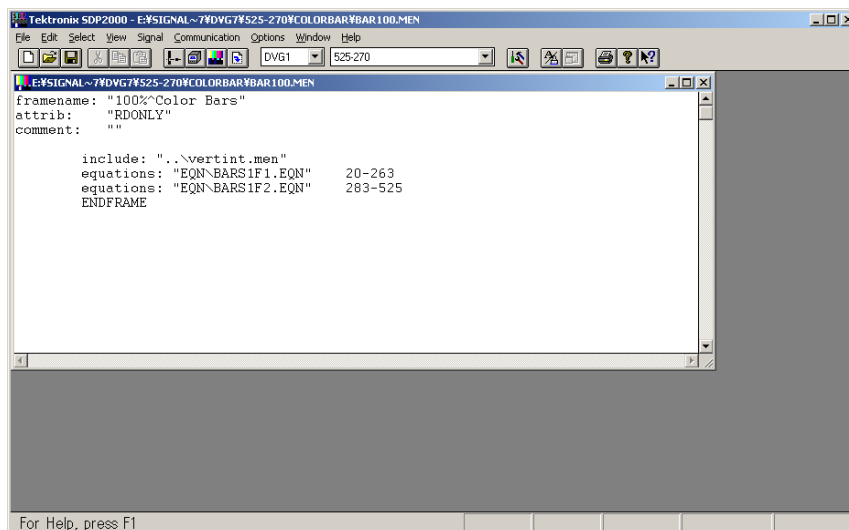

図 5 MEN ファイルを開いたときの SDP2000 画面
STEP 5 MEN ファイルを選択してマウスでダブル・クリックすると、SDP2000 のアプリケーション・ウインドウの中に MEN ファイルのウインドウが開きます。このフレーム定義ファイル表示で、テスト信号のフレーム構成（何番のラインから何番のラインまでに、どのテスト信号が割り当てられているか等）の情報が確認できます（図 5 参照）。